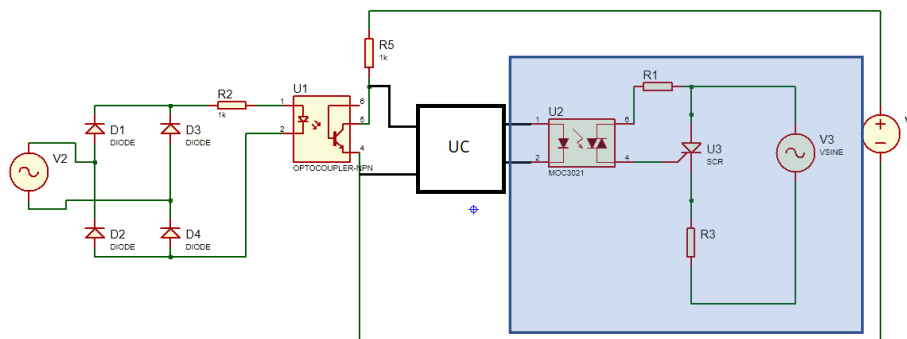

Figura 2. Circuito ilustrativo de Convertidor AC – DC.
- IV. Utilizando el circuito completo diseñado en el punto anterior (esquemático y PCB), adicione el circuito del recuadro azul de la figura 2, tanto en el esquemático como en el PCB. Tenga en cuenta lo siguiente: